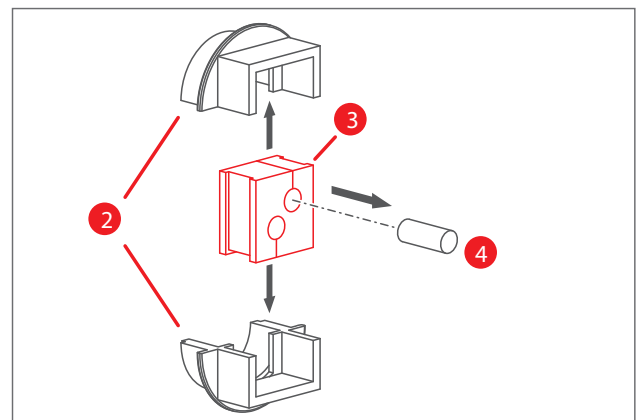

Abb. 4 Kabeldurchführung öffnen
4. Nehmen Sie die äußeren Hülsen (2) der Kabeldurchführung ab. (s. Abb. 4)
5. Teilen Sie unter Zuhilfenahme eines Schraubendrehers die äußeren Hülsen (2) der Kabelverschraubung. (s. Abb. 4)
6. Das Gummi (3) der Kabelführung lässt sich nun herausschieben. (s. Abb. 4)
7. Entnehmen Sie je nach Anzahl der verwendeten Kabel einen oder beide Blindstopfen (4) aus dem Gummi der Kabeldurchführung. (s. Abb. 4)
9. Stecken Sie die Hülsen (2) der Kabeldurchführung wieder auf. (s. Abb. 4)